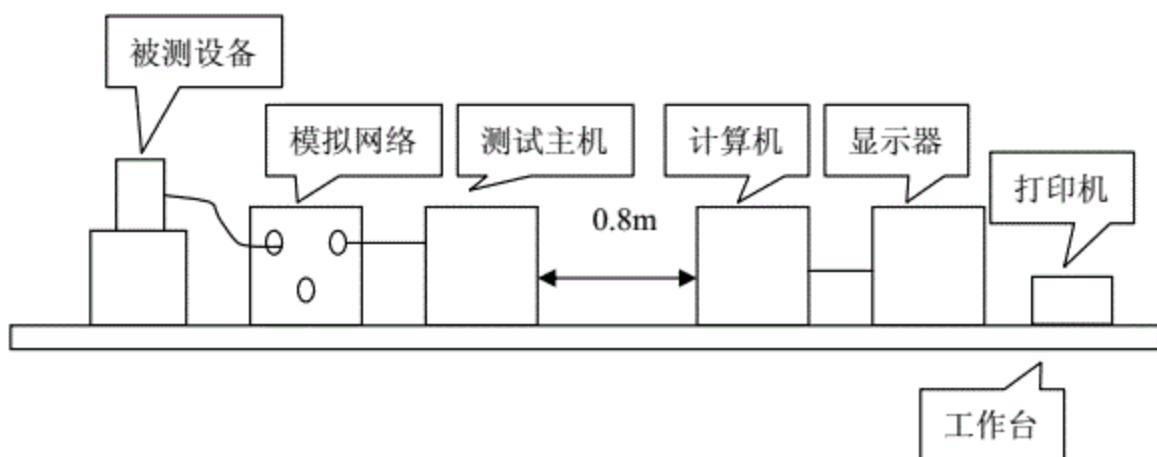
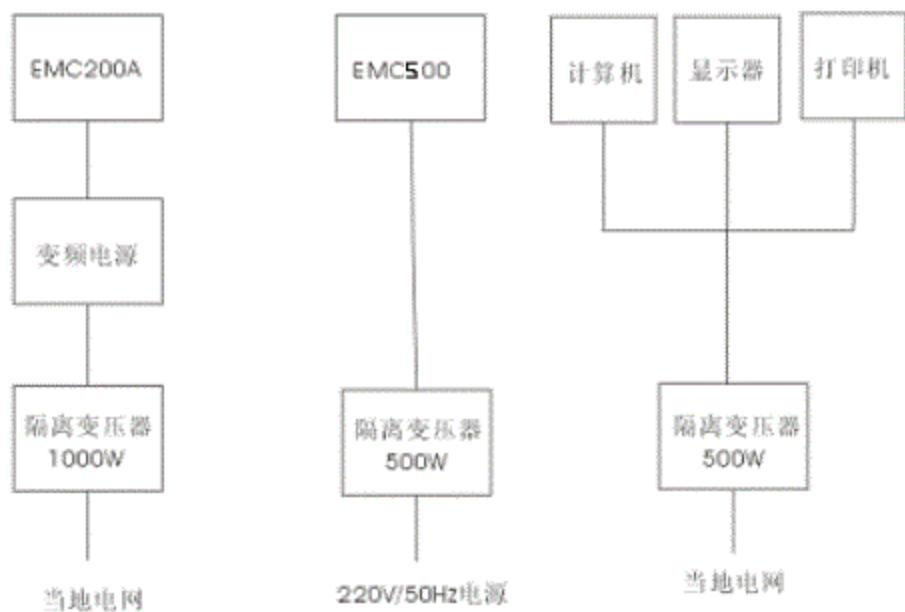

图 2 系统布置示意图
图 3 隔离变压器的摆放
如图 3 所示，配置 3 个隔离变压器，计算机、打印机配用一个； EMC500 接收机配用一个； EMC200A 匹配网络用一个，若有条件，在隔离变压器与 EMC200A 之间接一个线性变频电源，以给被测设备提供一
注意：图3所示的1000W隔离变压器是一个参考量，用户应该根据被测设备的功率选择合理的隔离变压器瓦数；同样，变频电源的瓦数也取决于被测设备。
(1) 按图2和图3所示的位置摆放好后，首先连接EMC200A匹配网络和放置在后面的接地金属板，使用本公司提供的铜片，把匹配网络后面板与放置于仪器后面的接地金属板可靠连接，并用相应的螺栓紧固。
(2) 连接好EMC500接收机与电脑之间的通讯线。